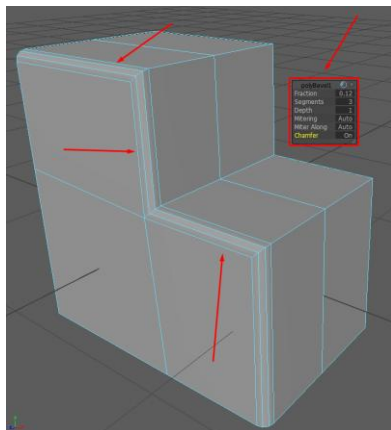

Рис. 3.5. Налаштування інструмента *Bevel Tool*
- Особливості налаштування інструменту *Bevel Tool* (рис. 3.5):